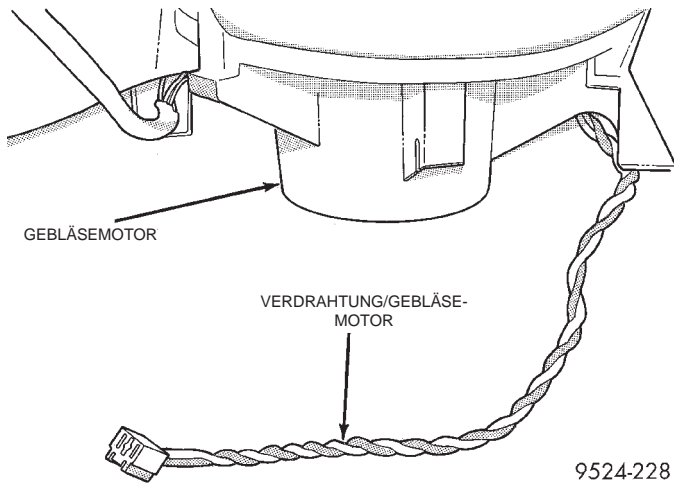

Abb. 82 Verdrahtung des Gebläsemotors
(11) Die vordere Umlufteinlaßklappe sowie der entsprechende Hebel werden zusammen mit dem Gehäuse der Umluftklappe ausgetauscht.
(12) Steckverbinder des Gebläsemotors vom Widerstand abziehen (Abb. 82).